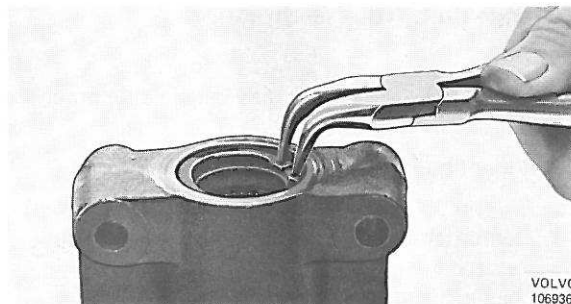

Figure 100. Enlèvement du jonc de verrouillage
7. Avec un tournevis, enlevez la bague d'étanchéité supérieure (9) du boîtier. Démolir le joint avec précaution afin d'éviter d'endommager le boîtier. Retourner le boîtier et enlevez le jonc de verrouillage (1), voir figure 100. Enlevez la bague d'étanchéité (2) avec un tournevis. Enlevez la bague de retenue des roulements à aiguilles (3) seulement si ces roulements sont endommagés voir "Vérification". Enlevez le jonc de verrouillage (6) et le bouchon (22).